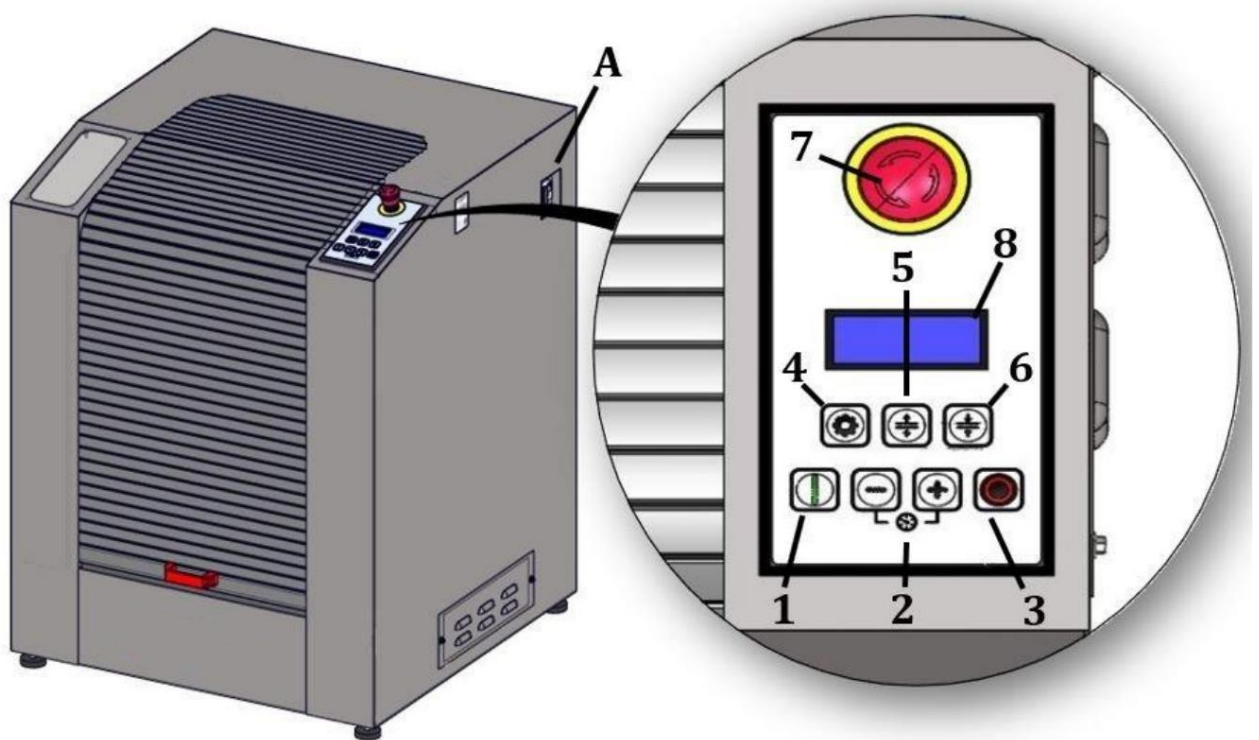

Figura 16: Panel de mandos
Además del interruptor general I/O situado al lado de la máquina (A) y del pulsador de emergencia en forma de hongo rojo (7), el panel de mando incluye todas las teclas necesarias para el funcionamiento de la máquina (Figura 16).